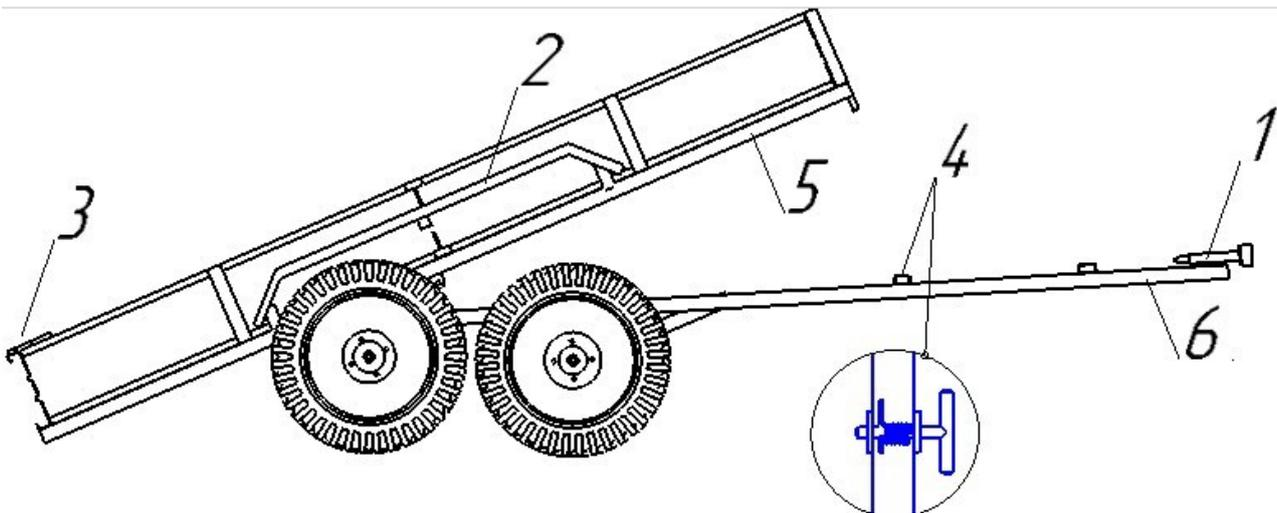

Рис.1 Тележка мотоблока
2. На дышло (поз. 6, рис. 1) устанавливаются кронштейны оси (короткие), на раму (поз.5, рис. 1), устанавливаются кронштейны оси тележки (длинные) с помощью болтов М12х40 (Рис.3)
4. Перед соединением с мототрактором, необходимо проверить надежность затяжки гайки и контргайки на поворотной сцепке (поз.1, рис.1). Гайка и контргайка должны быть надежно затянуты ключом. В противном случае неизбежна деформация и выход из строя поворотной сцепки!
6. При выгрузке с тележки сыпучего груза необходимо открыть или снять задний борт (путем открытия фиксаторов борта (поз.3) Рис.1), вынуть запорное устройство из кронштейна (поз.4) Рис.1, Рис.4, и опрокинуть кузов против часовой стрелки).